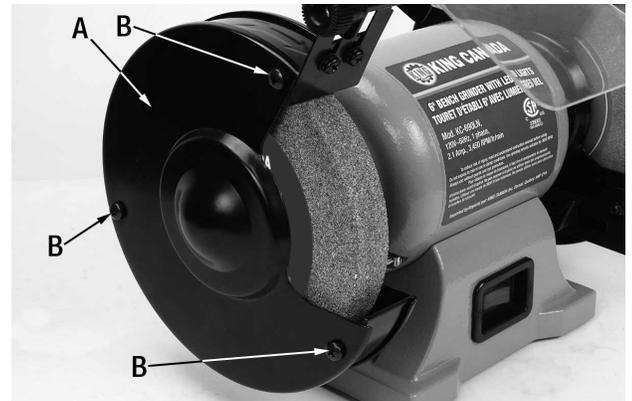
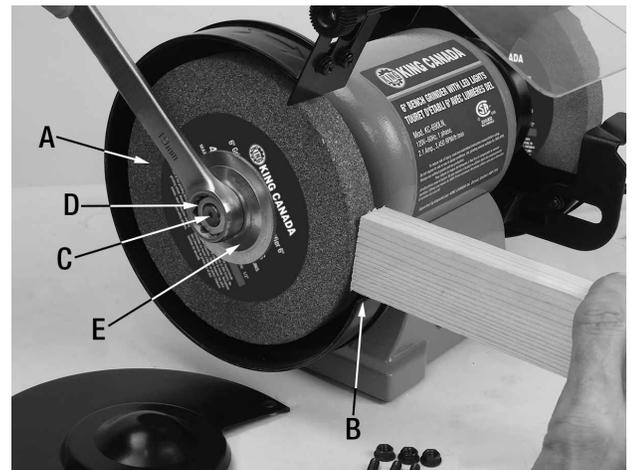

FIGURE 8
FIGURE 9
1. Retirez le couvercle du protège-meule (A) Fig.8 en retirant les longues vis (B) et écrous hexagonaux.
2. Utilisez un morceau de bois pour caler la meule (A) Fig.9 contre le protège-meule (B) pour empêcher l'arbre (C) de tourner. Dévissez l'écrou de l'arbre (D) en utilisant une clé de 19 mm.
NOTE: L'écrou de l'arbre (D) Fig.9 du côté gauche du tourêt d'établi est fileté à gauche (tournez dans le sens horaire pour desserrer). L'écrou de l'arbre du côté droit du tourêt d'établi est fileté à droite (tournez dans le sens anti-horaire pour desserrer).
3. Retirez la rondelle extérieure (E) et retirez la vieille meule (A).
4. Assurez-vous que la rondelle intérieure est en position, puis installez la nouvelle meule, fixez-la avec la rondelle extérieure (E) et l'écrou de l'arbre (D). **NOTE:** Ne pas trop serrer pour éviter de fendre la nouvelle meule. **NE JAMAIS** installer une meule sur l'arbre sans disques de papier ou de fibre entre la meule et les rondelles. Ne pas utiliser les disques (papier ou fibre) peuvent mettre une tension sur la meule, l'amenant à se fissurer et possiblement s'écrouler.
5. Réinstallez le couvercle du protège-meule (A) Fig.8, et repositionnez le porte-outil et le déflecteur d'étincelles s'ils étaient supprimés.